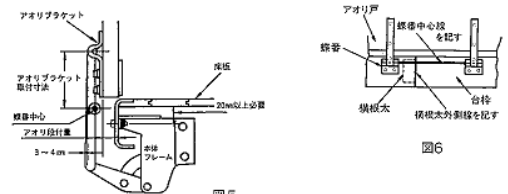
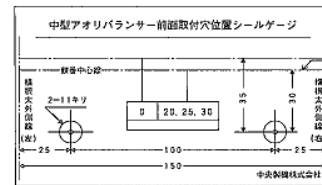
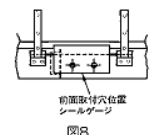

図5
図7
図8
- アオリ段付量を計測して下さい(図5参照)。
- 2項で記した線を基準にして次の要領で付属AM、BMのアオリバランサー前面取付穴位置シールゲージを台枠に貼って下さい。(図7、図8参照)。
- 1項で計測したアオリ段付量によって、シールゲージ上の合わせるべき縦骨中心線が異なります。2項で記した縦骨中心線にアオリ段付量を基に決定したシールゲージ上の線を重ね合わせて下さい。ここで、シールゲージ上の11キリの中心と床板下面の距離が20mm以下の場合はアオリバランサーを装着できません(図5参照)。
7. 連結リンクがアオリ戸正面から見て垂直でかつアオリ戸面に対し下端で3~4mm内側に突出するようにアオリプラケットをアオリ戸にあわせ(図5参照、表1に示すアオリプラケット取付寸法から極端に外れないようにして下さい)、アオリプラケットの取付穴を基準にし現合にてアオリ戸に4箇所φ9穴をあけて下さい(図7の8のイのb項の方法でアオリプラケットを取付ける場合は、インナーカバーを外してからφ9穴をあけて下さい)。